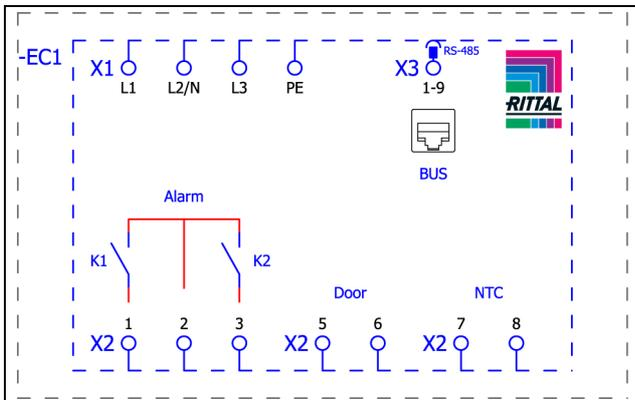
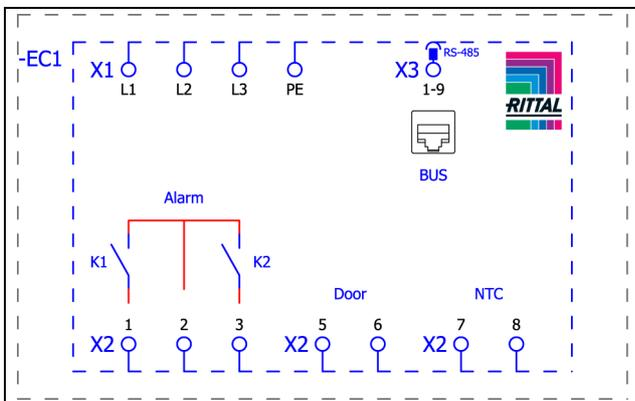

Abb. 37: Schaltplan SK 3186930 und SK 3187930
Abb. 38: Schaltplan SK 3188940 und SK 3189940
- Entnehmen Sie aus dem Versandbeutel den Netzstecker und stellen Sie gemäß der zugehörigen Anschlusskennzeichnung die Netzversorgung her (Abb. 37 bzw. Abb. 38).